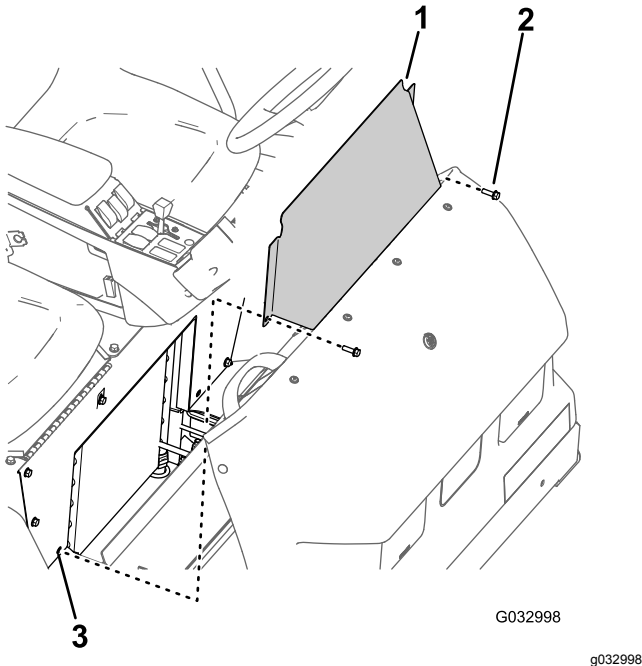

Figura 60
1. Rimuovete i 2 bulloni a testa flangiata che fissano il pannello di accesso alla base del sedile (Figura 60).
2. Rimuovete il pannello di accesso alla base del sedile dalla macchina (Figura 60).
1. Allineate i fori nel pannello di accesso alla base del sedile con i fori nella base del sedile (Figura 60).
2. Montate il pannello di accesso alla base del sedile sulla base del sedile con i 2 bulloni a testa flangiata (Figura 60) rimossi al passaggio 1 di Rimozione del pannello di accesso alla base del sedile (pagina 54).